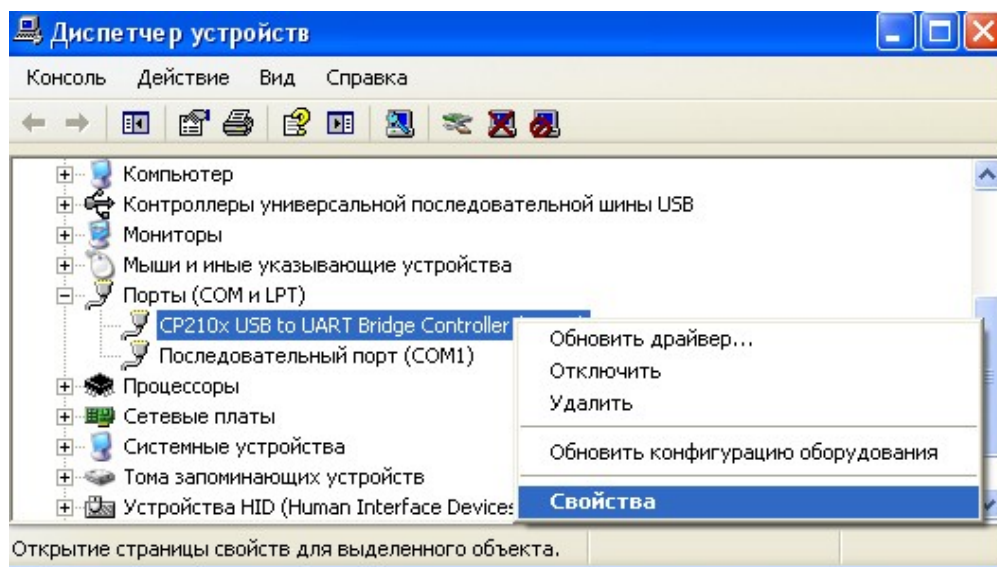

Рисунок 1 – диспетчер устройств
- в окне «Диспетчер устройств» раскройте группу «Порты (COM и LPT)», рисунок 1, щелкнув на знак «+».